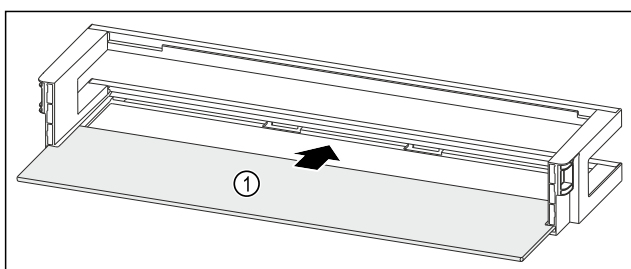

Fig. 94 Polica u vratima s policom za odlaganje
- ▶ Policu za odlaganje Fig. 94 (1) gurnite u bočne otvore.